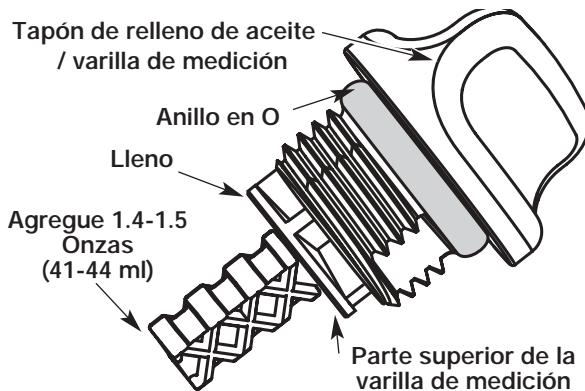

Figure 40
5. Retire el tapón de llenado de aceite / varilla de medición e inspeccione el nivel del aceite. El aceite debe llegar hasta la parte superior de la varilla de medición (Fig. 40).